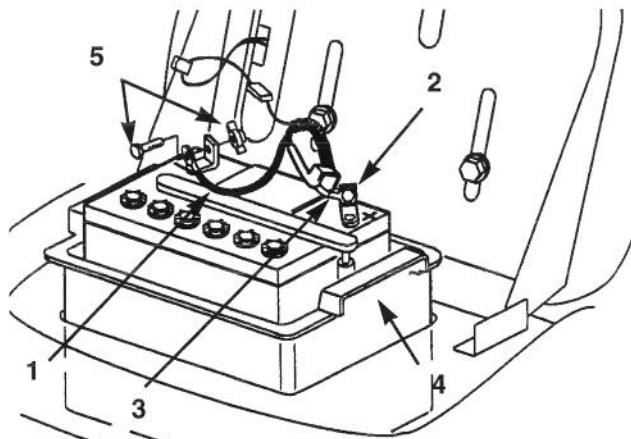
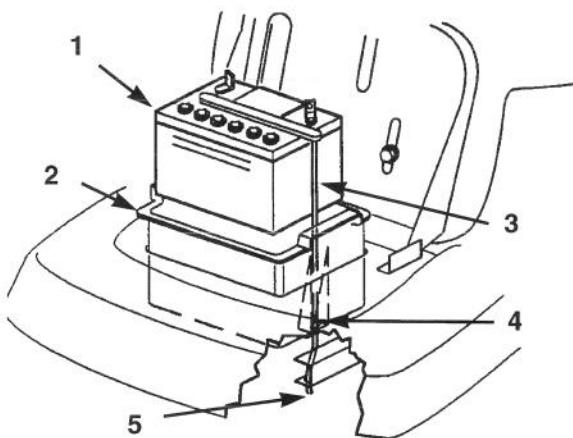

Figure 20
Figure 21
3. Débrancher le câble négatif (noir) de masse de la borne de la batterie (Fig. 20).
5. Déposer le boîtier de la batterie, la batterie et le long tube d'évacuation du châssis (Fig. 21).
1. Installer la batterie dans le boîtier et glisser le tube d'évacuation dans le conduit et la fente située à la base du boîtier (Fig. 21).
IMPORTANT: Observer le logement de la batterie dans le châssis et repérer le trou situé au bout du longeron droit (Fig. 21). Toujours faire passer le tube d'évacuation dans ce trou pour éviter que l'acide ne corrode le tracteur et la tondeuse.
2. Installer le boîtier et la batterie dans le châssis (Fig. 20). Vérifier que l'extrémité du tube d'évacuation se trouve dans le trou du châssis (Fig. 21).
3. A l'aide du boulon et de l'écrou papillon, connecter le câble positif (rouge) à la borne positive (+) de la batterie (Fig. 20). Glisser la gaine en caoutchouc sur la borne.
4. A l'aide du boulon et de l'écrou papillon, connecter le câble négatif (noir) à la borne négative (-) de la batterie (Fig. 20).